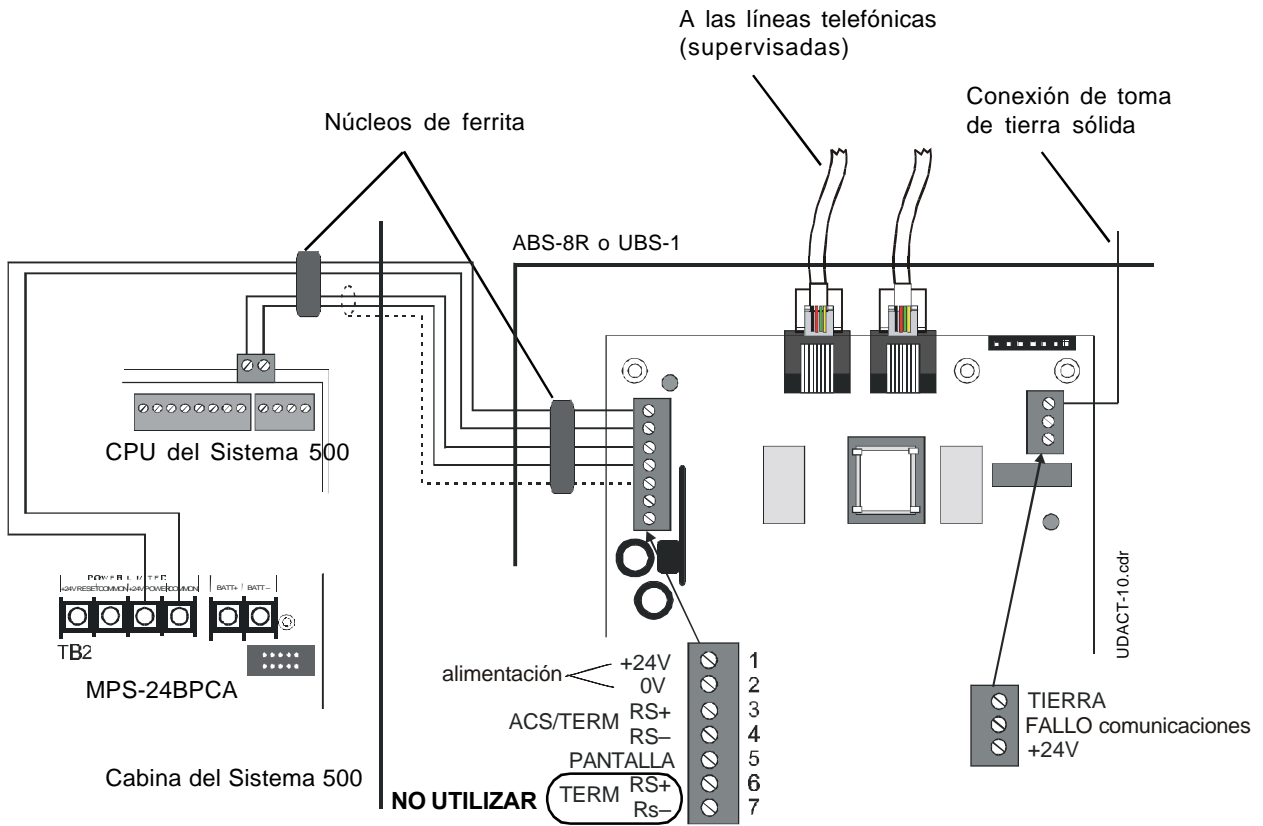

Figura 17. UDACT y Sistema 500
Consulte la Figura 17.
3. No es necesario utilizar cable apantallado (a menos que lo requieran las normas locales). Si utiliza cable apantallado, conecte únicamente un extremo de la pantalla: a) la pantalla se puede conectar a la cabina (toma de tierra) del panel de control o b) la pantalla se puede conectar al terminal 5 (pantalla) del TB1 en el UDACT, tal y como muestra la figura 17.